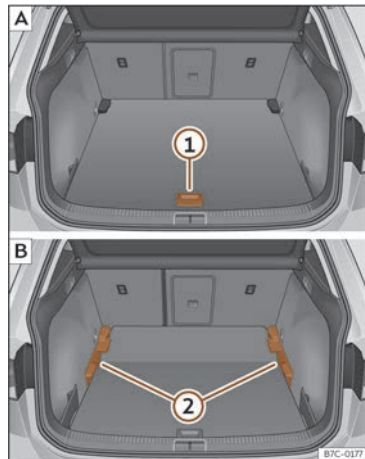

Abb. 161 Variabler Gepäckraumboden: **A** Hochstellung; **B** Tiefstellung.
- Um von der niedrigen in die hohe Position überzugehen, heben Sie den Boden am Haltegriff >>> (**Abb. 161**) ① an und ziehen Sie ihn nach hinten, bis der vordere Teil des Bodens vollständig über den Halterungen ② liegt.
- Den Gepäckraumboden nun bis zum Anschlag an den Rücksitzlehnen nach vorne schieben und mit Hilfe des Haltegriffs ① absenken.
- Um von der hohen in die niedrige Position überzugehen, heben Sie den Boden am Haltegriff >>> (**Abb. 161**) ① an und ziehen Sie ihn nach hinten, bis der vordere Teil des Bodens vollständig über den Halterungen ② liegt.
- Den vorderen Teil auf den Boden absenken und diesen bis zum Anschlag an den Rücksitzlehnen nach vorn verschieben und dabei den Boden gleichzeitig mit Hilfe des Haltegriffs ① absenken.
- Bei einem variablen Boden in hoher Position diesen am Haltegriff anheben >>> (**Abb. 161**) ①, daran ziehen und in Richtung der Rücksitzlehne bewegen bis der Boden an der Scharnierlinie eingeklappt wird und sich der bewegliche Teil des Bodens auf diesem befindet.
- Für den Übergang vom hohen zum tiefen Boden den variablen Boden am Griffstück >>> (**Abb. 161**) ① anheben und diesen etwas nach hinten ziehen.
- Drücken Sie den variablen Gepäckraumboden mit dem Griffstück in Richtung umgeklappter Rücksitze ① und drücken Sie dabei